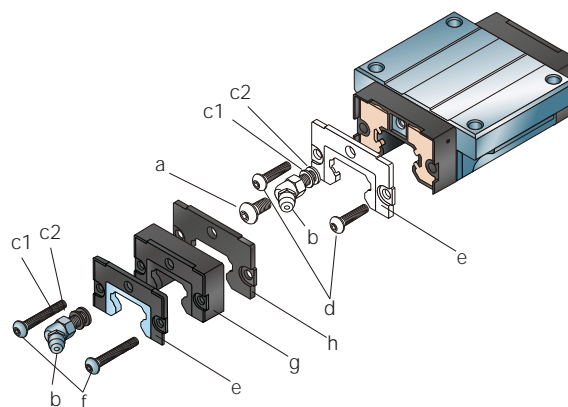

Abb. 30
1. Schmiernippel (b) und Unterlegscheiben (c1, c2) bzw. den Gewindestift (a) (↳ **Abb. 30**) entfernen